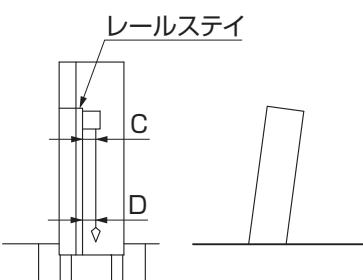

図3-5 寸法を外れたイメージ
●レールステイ上端と下端の相対寸法差が上記「②」の寸法を超えた図3-5の場合、シャッターが取付けられなかったりシャッター取付け後に異音やキズが発生して正常に作動しなくなる場合があります。